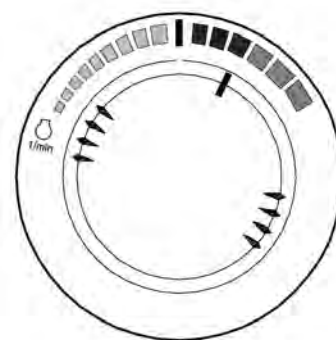

Рис. 43
2. Вращая диск регулировки скорости двигателя, установить соответствие заданной скорости двигателя значению, указанному на тахометре. (Рис. 43).